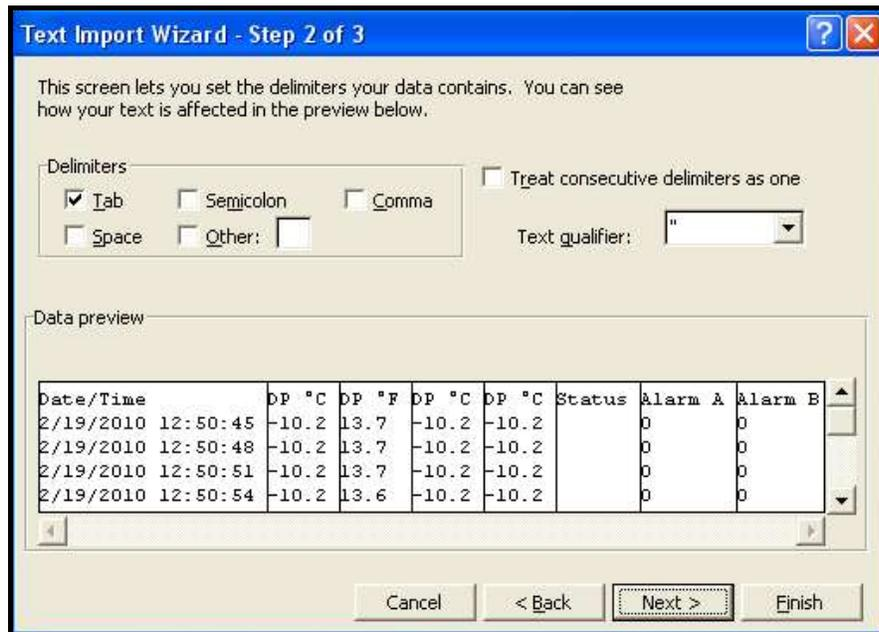

Figura 63: Wizard per import in Excel 2
2. Seguire le indicazioni della schermata, apportare eventuali modifiche necessarie e fare clic su Next > (Avanti). Viene visualizzata la schermata seguente (vedere Figura 63 a pagina 73).